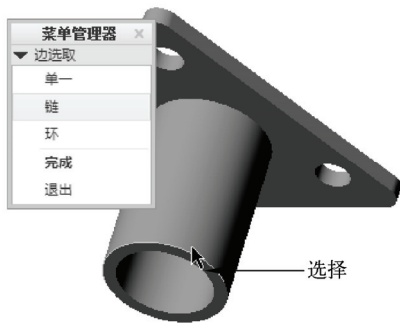

图 8-74 选择边线
STEP 03 弹出“边选取”菜单管理器和“选择”对话框，选择“链”选项，在绘图区中选择合适的边线，如图 8-74 所示。